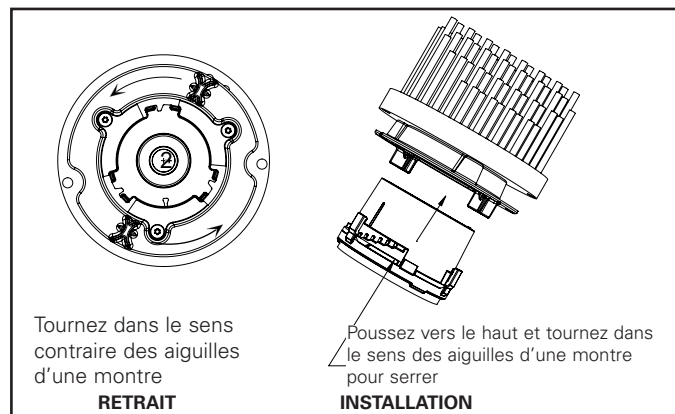

Figure 12A.
1. L'optique peut être démontée et remplacée pour modifier l'angle du faisceau. Tournez doucement l'optique dans le sens contraire des aiguilles d'une montre pour la retirer. Insérez l'optique et tournez-la dans le sens des aiguilles d'une montre pour l'installer (Figure 12A).
3. Retirez l'optique (consultez la Figure 12A).